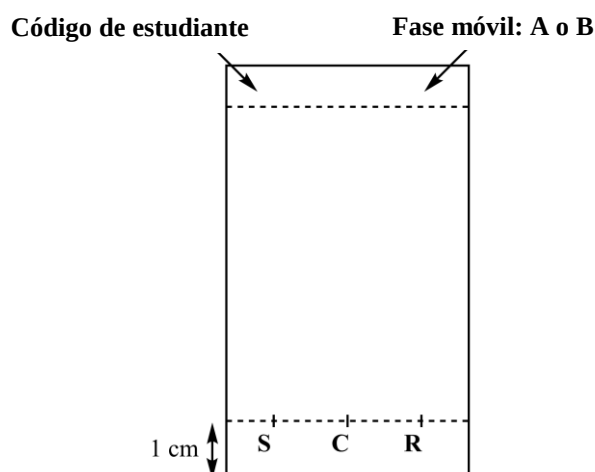

Figura 3. Preparación de la placa de TLC
3. **Prepara la placa de TLC.** Utiliza un lápiz para **dibujar** cuidadosamente la línea de siembra (a 1 cm por encima del borde de la placa) y **marca** las posiciones donde sembrarás las 3 muestras. **Utiliza las siguientes etiquetas:** **S** (material de partida), **C** (producto crudo) y **R** (producto recrystalizado), como se muestra en la Figura 3. En el margen superior izquierdo de la placa, **escribe** tu **Código de Estudiante**. En el margen superior derecho, **escribe** la fase móvil utilizada para correr la TLC (**A** o **B** según corresponda). **Siembra** las tres muestras en la placa, utilizando los capilares.